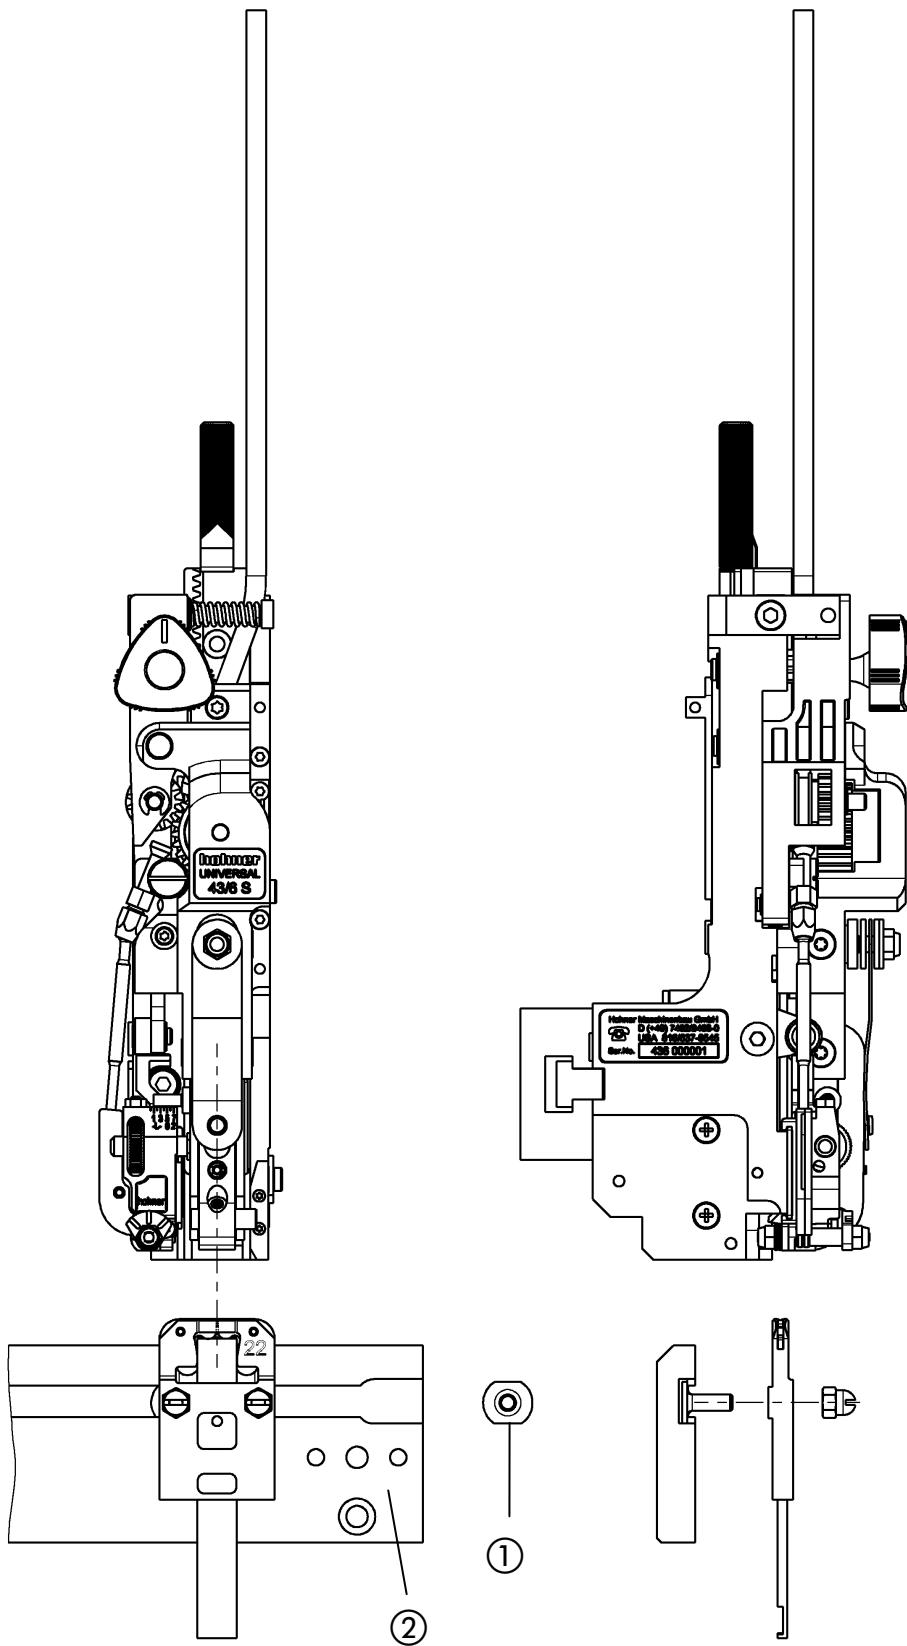

Fig. 7
- Fig. 7 -
- Introducir el tornillo con ranura ① (o taco de corredera) lateralmente en el alojamiento de la caja del remachador ②.